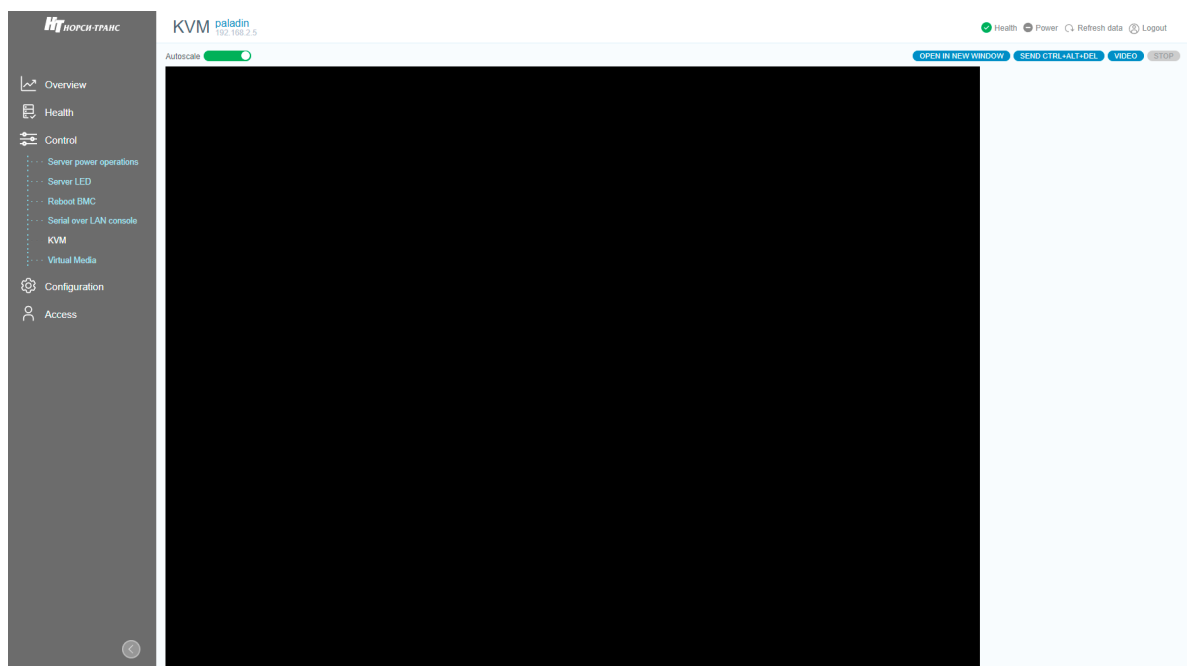

Рис. 81. Окно «KVM»
- 6) Пройдите во вкладку «Control» → «KVM» в данной вкладке осуществляется удаленное управление BIOS. Окно показано на рис. 81 Окно «KVM».